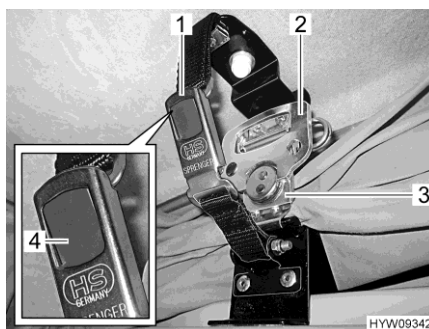

Fig. 41 Verrouillage (toit relevable)
- Tirer le tendeur rapide (Fig. 41,3) de chaque côté vers le bas et l'accrocher dans la plaque de retenue.
- Déplier la poignée (Fig. 41,2) de chaque tendeur rapide et la faire tourner d'un demi-tour dans le sens des aiguilles d'une montre.
- Emboîter les deux pièces de la houssette (Fig. 41,1). Le bouton-poussoir gris (Fig. 41,4) s'enclenche.